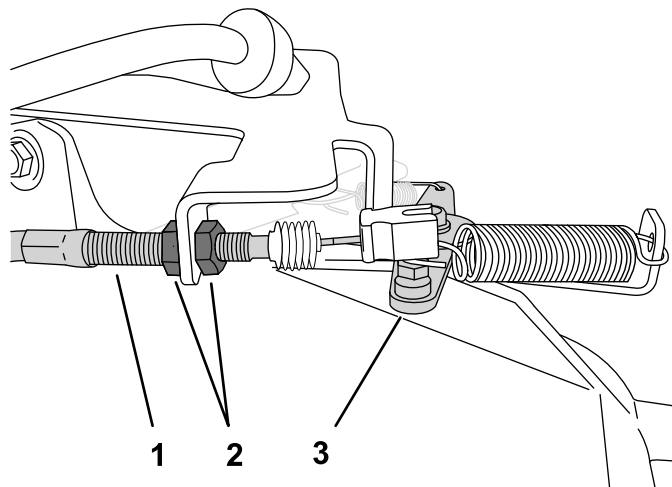

Figure 13
- A. Au niveau de la gaine du câble d'accélérateur, desserrez l'écrou de blocage avant et serrez l'écrou de blocage arrière pour augmenter le bas ralenti (Figure 13).